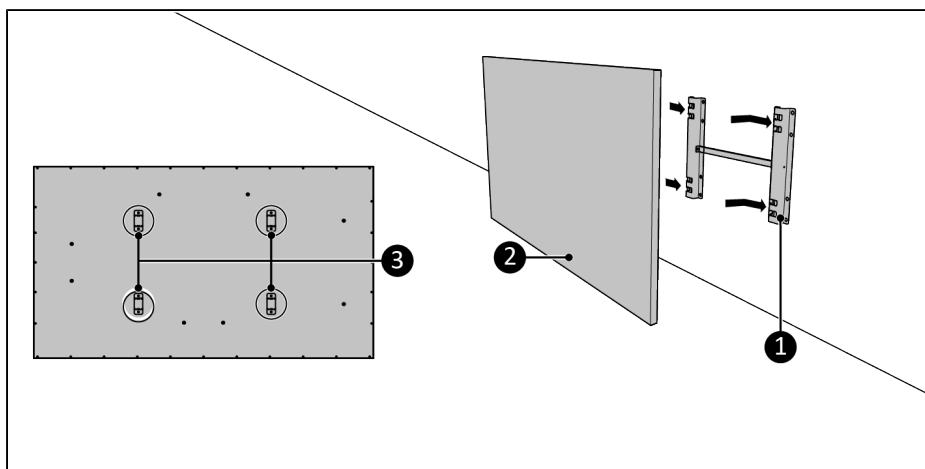

Figure 77.
5. Placez les supports de l'appareil (Figure 77, pos. 3) sur le support mural (Figure 77, pos. 1).
6. Glissez l'appareil (Figure 77, pos. 2) dans les ouvertures du support mural (Figure 77, pos. 1).